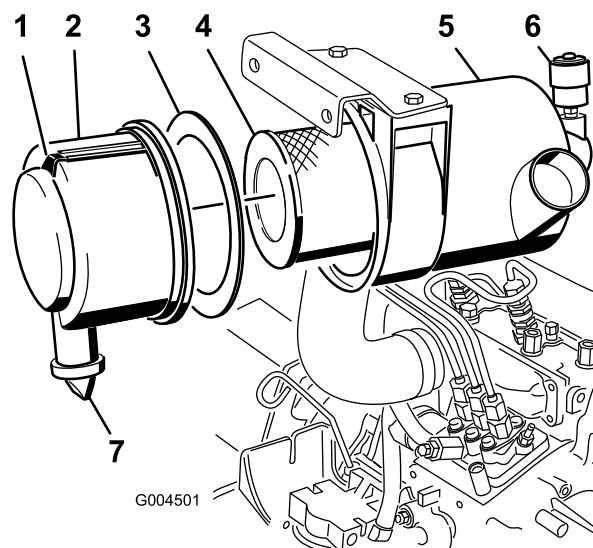

Figura 34
3. Efetue manutenção do filtro de ar quando o indicador do filtro de ar () ficar vermelho ou a cada 400 horas e faça a manutenção com maior frequência em condições de trabalho muito sujas ou poeirentas (Figura 34).